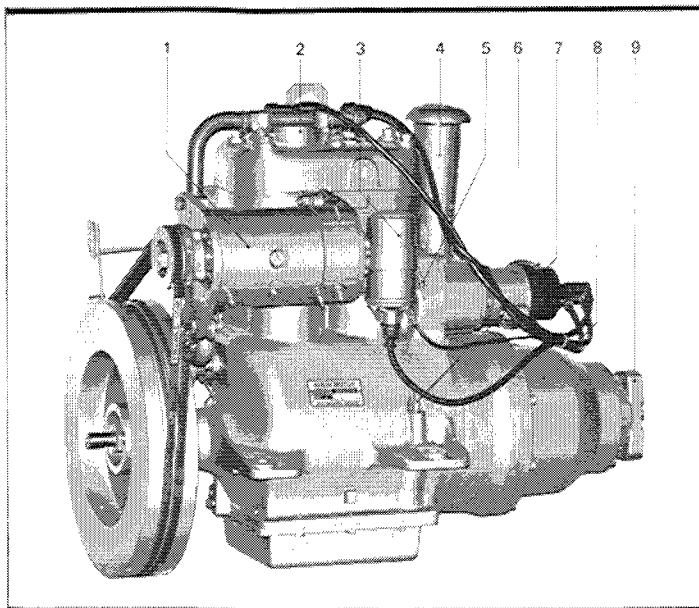

Fig. 1 ALBIN 0-22
- 1 Fyll på smörjolja genom motorns oljepåfyllningsrör, se fig 1 och 3 pos 4. Använd olja med kvalitetsbeteckningen Service MM - viskositet SAE 30 sommartid och SAE 20 vintertid.
- 2 Kontrollera att smörjoljenivån på motorns oljemätsticka (se fig 1 och 3) ligger inom märkningen för min respektive max oljemängd.